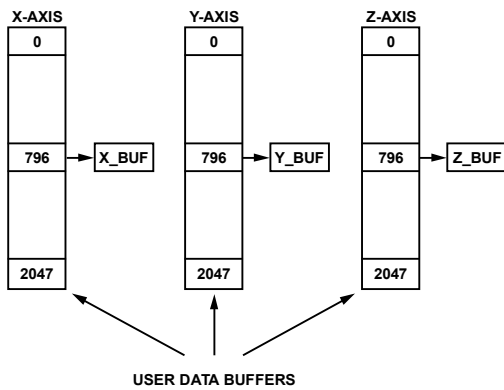

図 51. レジスタの動作、BUF_PNTR = 0x031C (MFFT モードまたは AFFT モード)
BUF_PNTR レジスタに数値を書き込むと、ユーザ・データ・バッファ（x、y、z）の該当するサンプル番号が X_BUF レジスタ、Y_BUF レジスタ、Z_BUF/RSS_BUF レジスタに読み込まれます。例えば、DIN でコード・シーケンス 0x8A1C および 0x8B03 を使用すると、0x031C が BUF_PNTR レジスタに書き込まれます。この書き込みにより、サンプル・ポインタはユーザ・データ・バッファからの出力 x (796)、y (796)、z (796) を X_BUF、Y_BUF、Z_BUF/RSS_BUF に読み込ませるよう動作します（図 51 参照）。